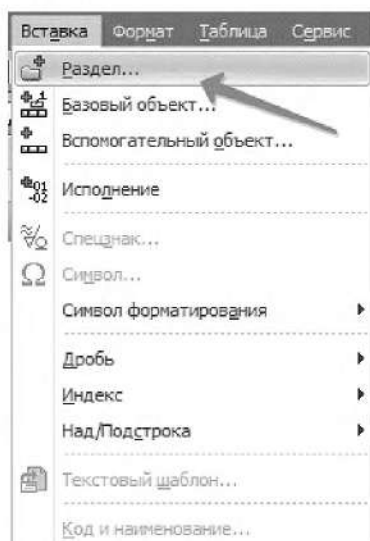

Рисунок 4.64. Добавление раздела в спецификацию
3.6.2 Вызовите команду **Вставка – Раздел** (рисунок 4.64).